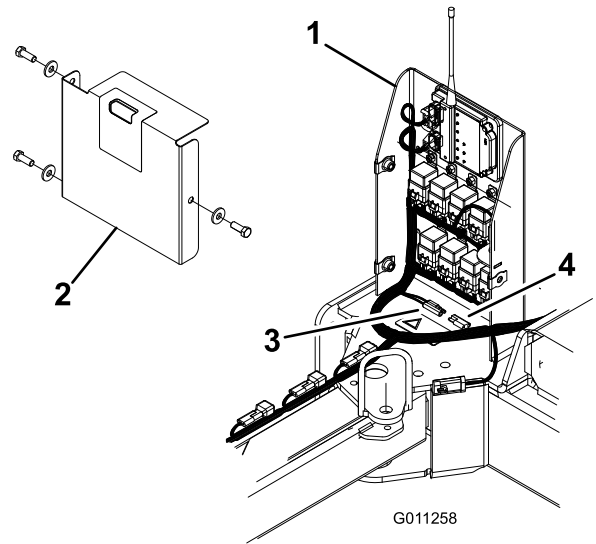

Figura 35
- Retire a tampa dos conectores nos fios cor-de-laranja e vermelho na caixa eléctrica (Figura 35).
- Remova os (3) parafusos e anilhas que fixam a tampa da caixa eléctrica e retire a tampa (Figura 35).